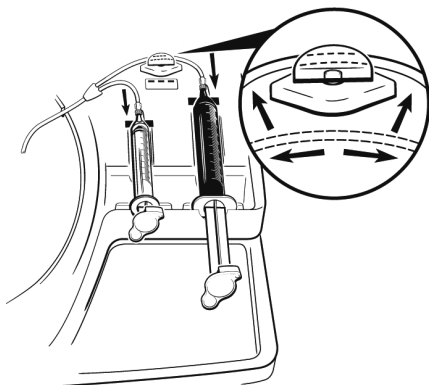

Figura 8. Tendere il tubo della siringa 2 e farlo scorrere nella valvola a pinza.
27. Tendere delicatamente il tubo collegato alla siringa 2 e farlo scorrere completamente nell'apertura della valvola a pinza (vedere la Figura 8).